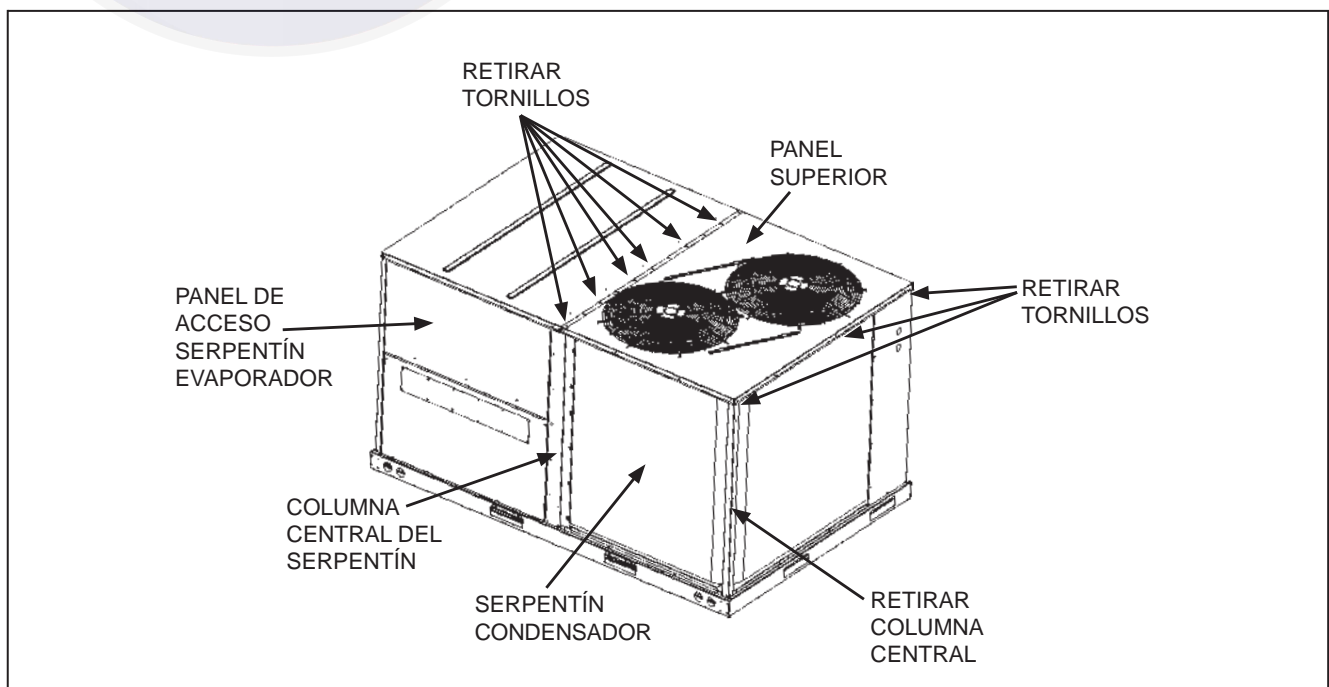

Fig. 16 - Limpieza del Serpentín del Condensador
2. Retire los tornillos del panel de arriba en el extremo del condensador de la unidad. Vea la Fig. 16.